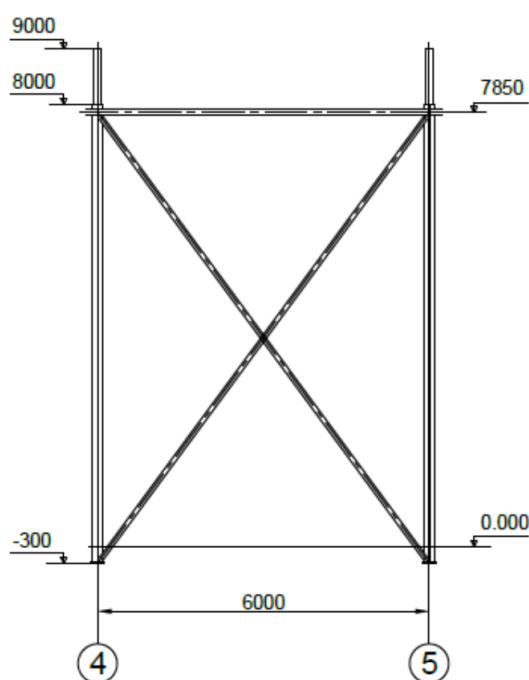

FIGURE 4 – Palée de stabilité de chaque long pan en croix de Saint-André.
- Chaque long pan est stabilisé par une palée de stabilité en croix de Saint-André située en travée 4-5 (figure 4).